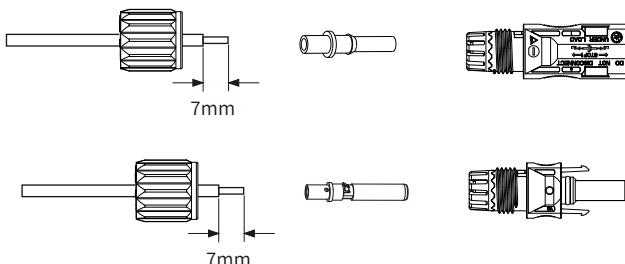

Figura 5.3 Desmontagem da porca de capa do conector
- a) Descasque o fio CC cerca de 7mm, desmonte a porca de capa do conector (veja figura 5.3).